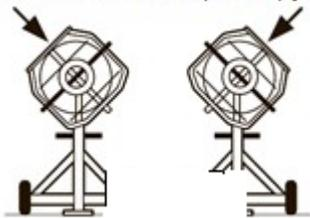

Рис.10
1. Установите бак в одно из положений, показанных на рис.10.